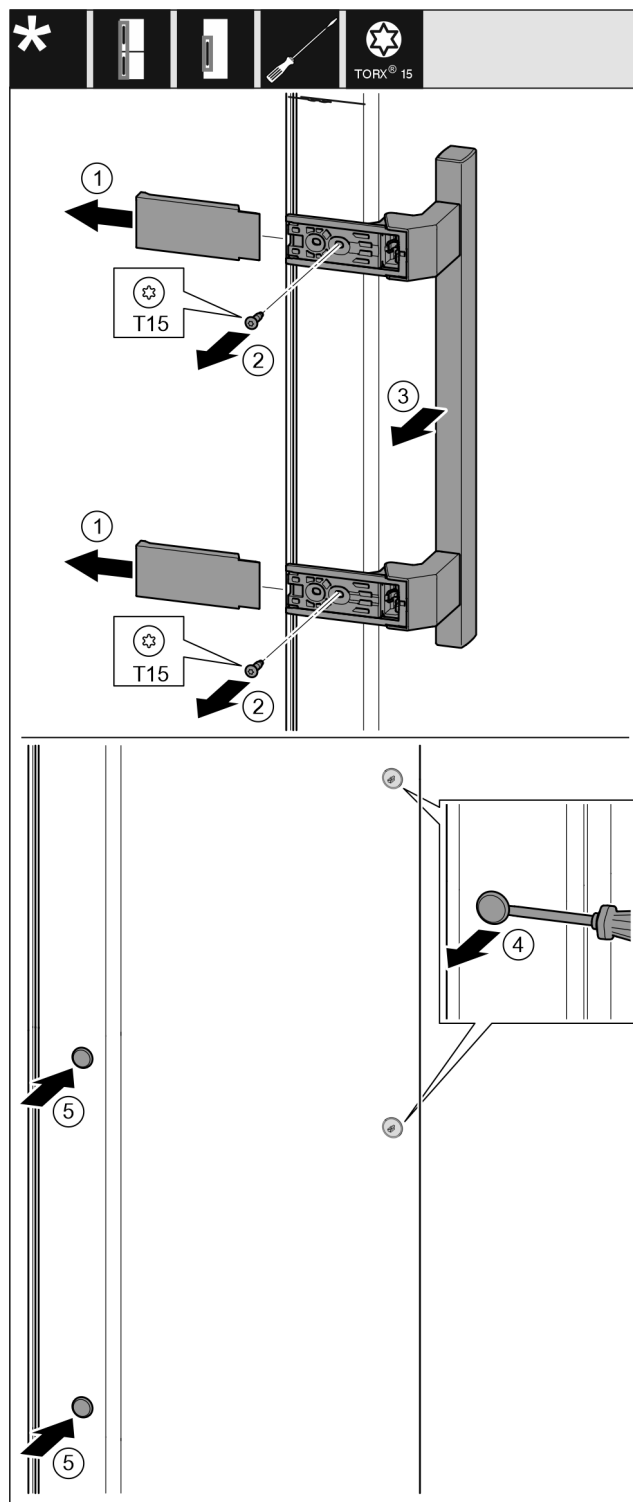

Fig. 19
- ▶ Stáhněte kryt. Fig. 19 (1)
- ▶ Šroubovákem T15 vyšroubujte šrouby. Fig. 19 (2)
- ▶ Sejměte madlo. Fig. 19 (3)
- ▶ Postranní zátku opatrně nadzvedněte plochým šroubovákem a vytáhněte. Fig. 19 (4)
- ▶ Zátku opět vložte na druhé straně. Fig. 19 (5)